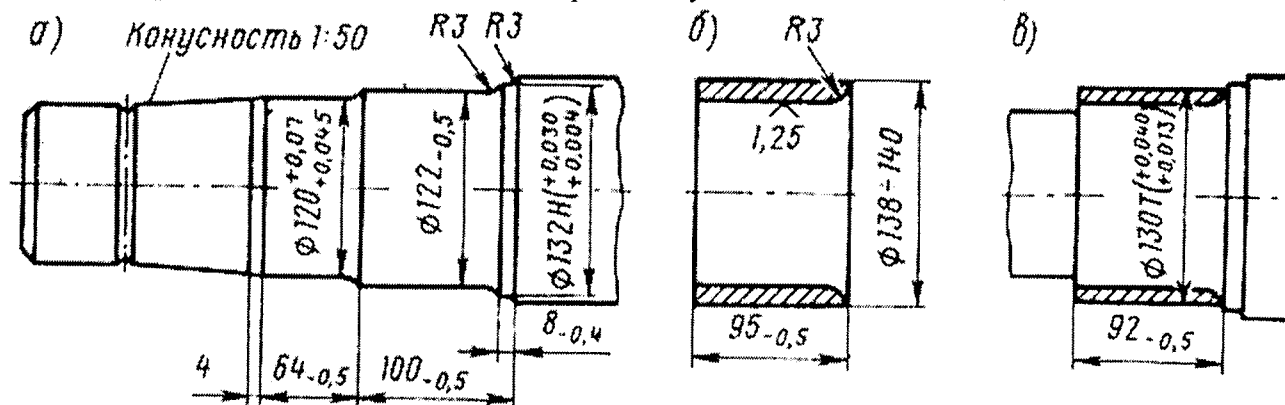

Рис. 5. Восстановление натяга с помощью переходной втулки:
- напрессовкой переходной ремонтной втулки. Для этой цели обтачивают шейку (рис. 5). Втулку изготавливают из поковки либо из стальной цельнотянутой трубы марки 20ХНЗА с натягом по валу $0,06-0,08$ мм. Для обеспечения плотной посадки втулки по галтели вала обязательно выполняют закругления внутреннего диаметра втулки по ее концам под радиус 3 мм. Втулку нагревают до температуры $160-180$ °С и насаживают на вал якоря. После остывания на воздухе вал протачивают на станке до соответствующего диаметра шейки под посадку внутреннего кольца роликового подшипника. Затем протачивают торец втулки для обеспечения размера от торца вала до конца шейки под уплотнительное кольцо;